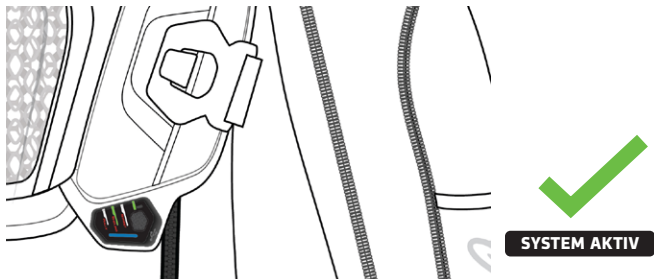

Abbildung 10: Das System ist aktiv und arbeitet korrekt
2) Nach der LED-Prüfphase wird das System automatisch aktiviert und die Status-LED (4c) leuchtet BLAU (Abbildung 10). In diesem Zustand kann der Benutzer auch die den gewählten Fahrmodus (Kontrolle der Fahrmodus-LED [4d]) und den Batteriestand des Systems (anhand der Batterie-LED [4e]) (siehe Abbildung 6 oben).